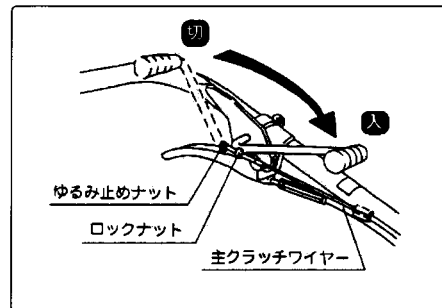

図18
② 走行用主クラッチワイヤーやVベルトが伸びた場合はロックナットをゆるめ、アウター受けを伸ばしてください。これだけで調節しきれない場合はエンジン固定ボルト4本をゆるめてエンジンを後ろに移動してください。(このときのベルトとベルト押えのスキマは3～5mmが適当です) (図18,19)